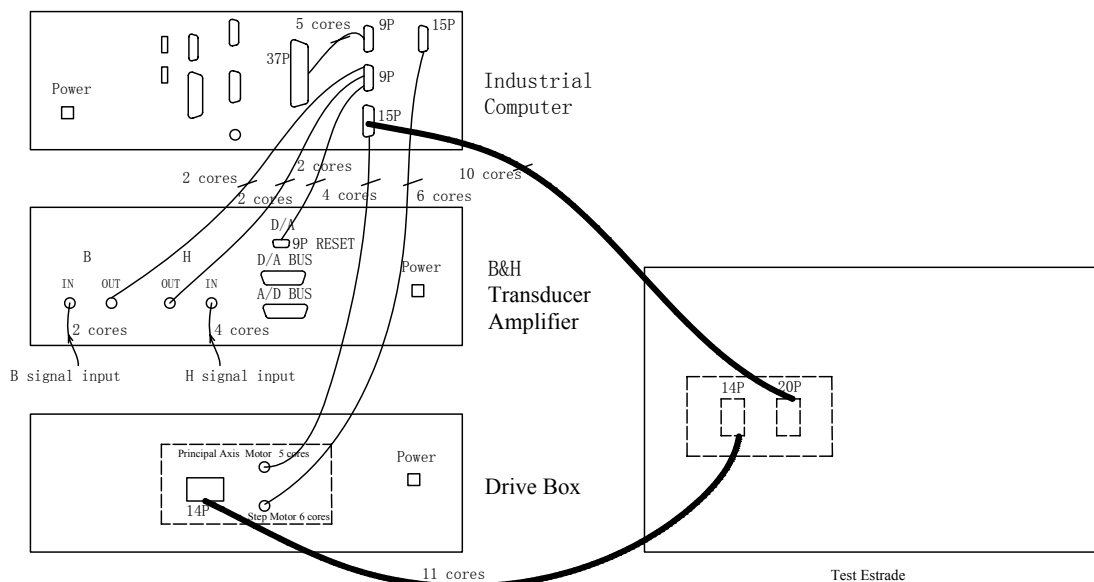

Рис. 6 Соединение Хардвера
- 1) Положите каждый набор по Рис. 6
- 3) Откройте прикладные программы для тестирования. Движения испытателя в различных способах испытания, как показы в Рис. 6, Рис. 7 и Рис. 8.